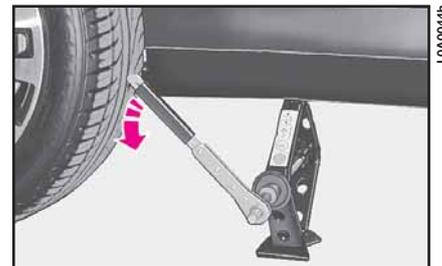

fig. 18
20) Abbassare la vettura ed estrarre il cric (fig. 18).